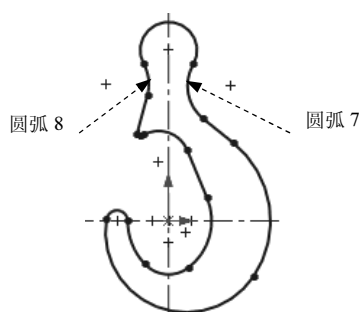

图 10.15 添加相等约束
Step 10 添加图 10.15 所示的“相等”约束。按住 Ctrl 键，选择图 10.15 所示的圆弧 7 和圆弧 8，系统弹出“属性”对话框，在 **添加几何关系** 区域中单击 按钮。